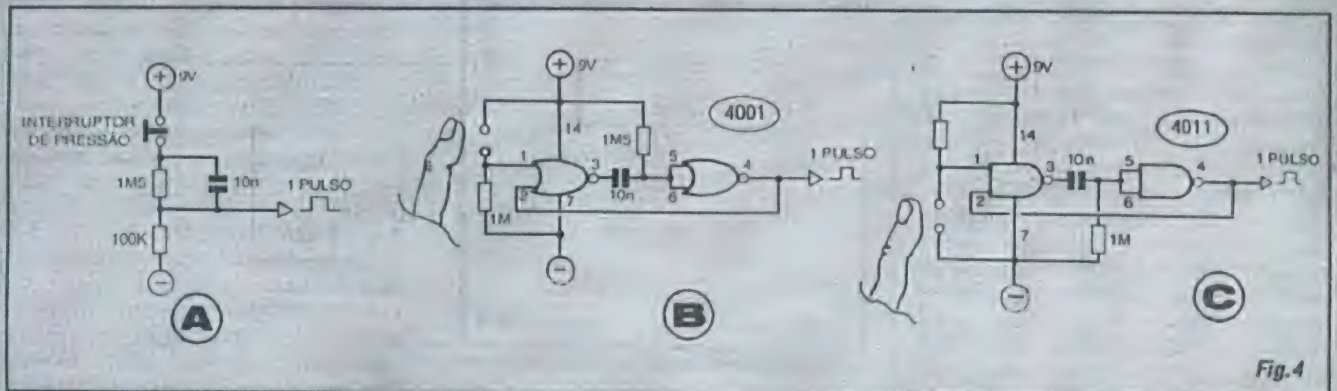

Fig. 4
- FIG. 4-A - GERADOR "PASSIVO" - Sem nenhum componente ativo, o arranjo pode gerar pulsos individuais (um pulso a cada pressão sobre o *push-button* N.A.) capazes de excitar "manualmente" a Entrada de um 4017...
- FIG. 4-B - MONOESTÁVEL COM GATES NOR - Dois *gates* NOR, dois resistores e um capacitor, formam um gerador de pulso individual bastante prático... A cada toque do dedo sobre o par de sensores (que pode, se preferido, ser substituído por um simples interruptor de pressão N.A.), um pulso (cuja "largura" é dependente dos valores do resistor/capacitor entre os pinos 3 e 5-6...) é enviado à Entrada de um 4017...
- FIG. 4-C - MONOESTÁVEL COM GATES NAND - Agora com dois *gates* NAND, outro gerador de pulso individual bastante prático, de toque (ou com *push-button* N.A., que pode substituir os contatos específicos...), valendo as mesmas considerações feitas para o MONOESTÁVEL COM GATES NOR... Nos casos 4-A, 4-B e 4-C, através do conveniente dimensionamento da largura dos pulsos gerados (sempre dependente dos valores dos resistores/capacitores mencionados...), estes podem ser facilmente adequados a qualquer parâmetro prático requerido pela aplicação...